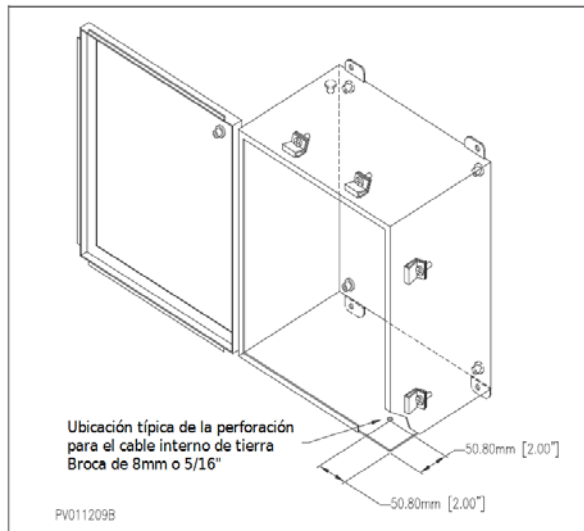

Figura 46: Ubicación típica para el cable de aterrizamiento.
2. Taladre un agujero para aterrizar en una esquina de la caja de protección de acuerdo con la Figura 46: "Ubicación típica para el cable de aterrizamiento".